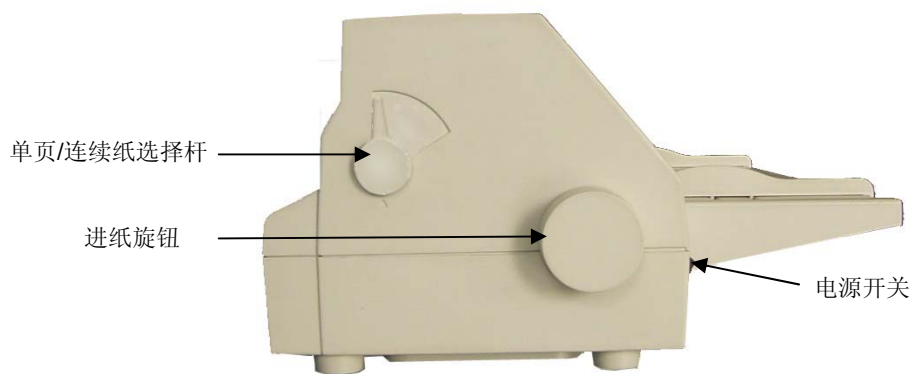

图 3-2 设定单页/连续纸进纸位置（单页纸）
2. 将单页/连续纸进纸选择杆置于单页进纸方式位置。如图 3-2 所示，确保单页纸符号对准上壳的“△”标志。